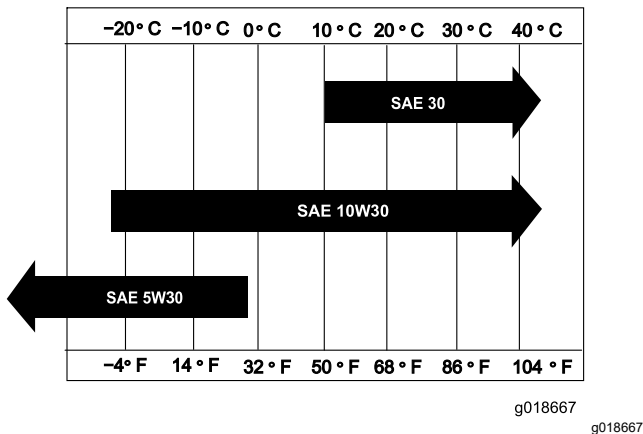

Figura 27
**Viscosità:** selezionate la viscosità dell'olio in base alla temperatura ambiente; fate riferimento alla Figura 27.